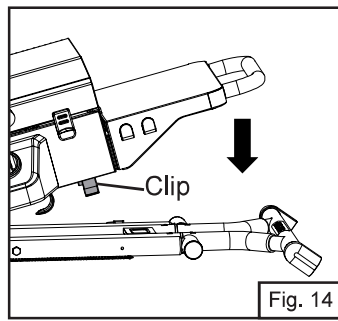

Fig. 14
- Presione el aparato firmemente hacia abajo hasta que las patas queden bloqueadas en el clip (Fig. 14).